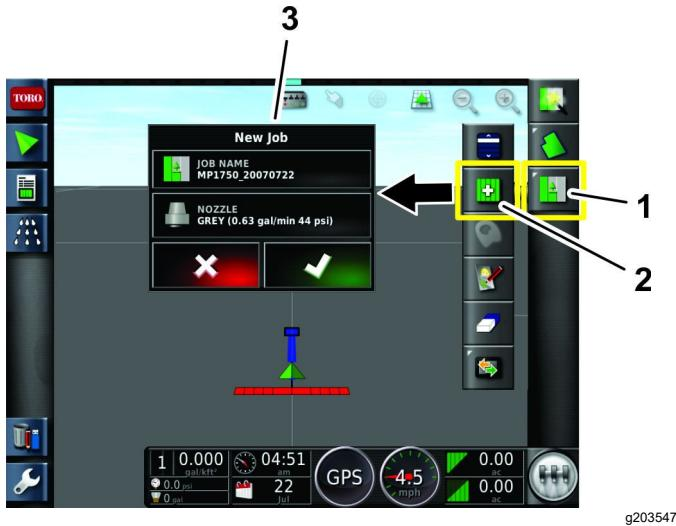

Figura 44
5. Premete l'icôna del Menu dell'attività nell'angolo in alto a destra della schermata (**Figura 44**).
6. Inserite un nuovo nome per l'attività o lasciate l'indicazione di data e ora predefinita (**Figura 44**).